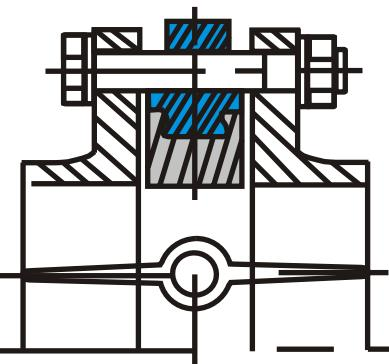

Рис. 5
-Отцентрируйте поворотный затвор и слегка закрутите болты (шпильки), но не затягивайте их. Откройте диск поворотного затвора до положения «полностью открыто» (рис. 5).